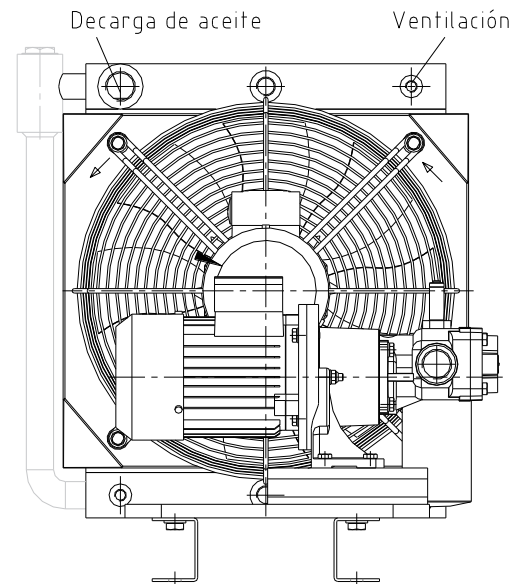

Figura 7: Refrigerador aceite/aire; ejemplo: OPC2-300 a OPC2-900
Para conectar el refrigerador aceite/aire deben utilizarse tubos hidráulicos adecuados. Estos deben conectarse en el lado de descarga del refrigerador (ver figura 7).
- Descargue el elemento refrigerante después del llenado (ver figura 7).